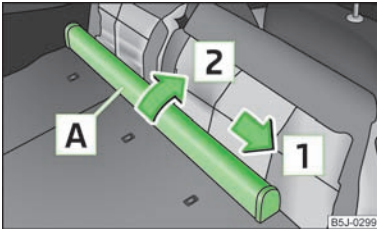

Abb. 53
- Das Netztrennwandgehäuse **A** » Abb. 53 in Pfeilrichtung **1** schieben und aus der Aufnahme der rechten Sitzlehne in Pfeilrichtung **2** herausnehmen.